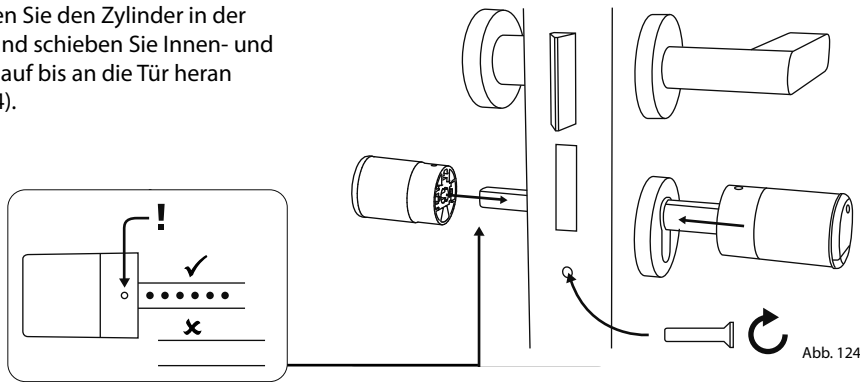

Abb. 124
- < 43 mm = ①
- 44 - 53 mm = ②
- 54 - 59 mm = ③
- ⑥ Schrauben Sie den Zylinder in der Tür fest und schieben Sie Innen- und Außenknäuf bis an die Tür heran (Abb. 124).